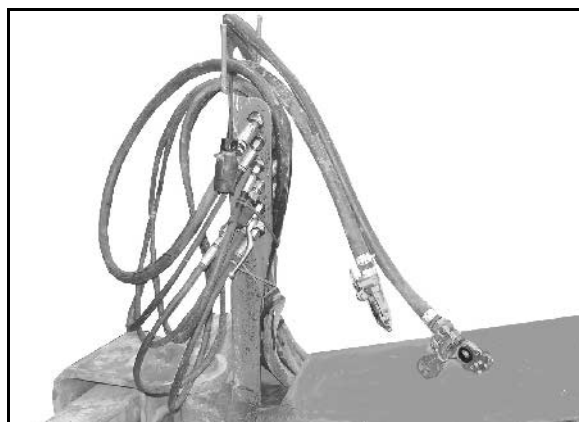

Fig. 14
3. Fixez les connecteurs hydrauliques dans les dispositifs d'accouplement (Fig. 14).